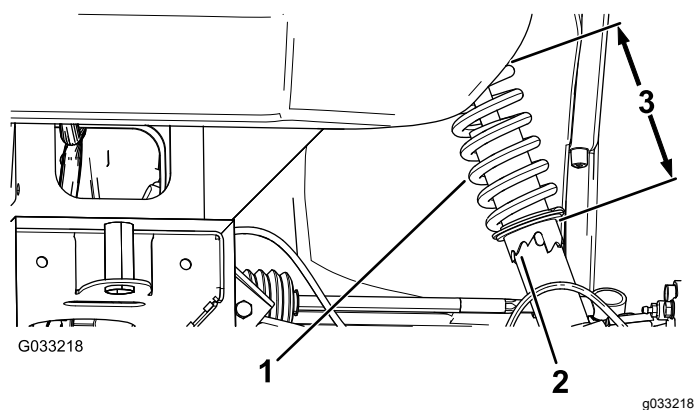

Figura 56
2. Se o alinhamento da roda estiver desalinhado, utilize a chave de aperto para rodar o anel na mola amortecedora para alinhar a roda (Figura 56).